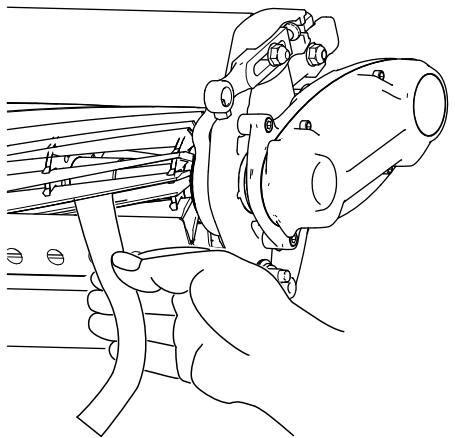

图 6
- B. 在滚刀与底刀之间插入一长条剪切性能纸 Toro 零件号 125-5610 纸要与底刀垂直 图 6 然后缓慢向前旋转滚刀此操作应能切断性能纸如果不能请重复步骤 A 和 B 直至切断为止。
11. 在滚刀与底刀之间插入一长条剪切性能纸 Toro 零件号 125-5610 纸要与底刀垂直 图 6 然后缓慢向前旋转滚刀此操作应能切断性能纸如果不能将每个底刀架调节螺丝都顺时针旋转 1 格直至切断为止。